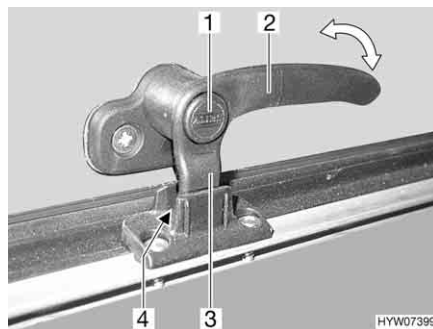
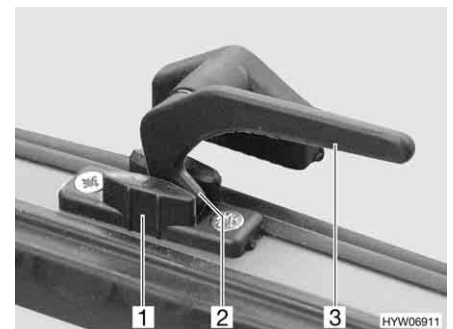

Fig. 51 Leva di serraggio con bottone di sicurezza in posizione "Aerazione continua"
Fig. 52 Leva di serraggio in posizione "Aerazione continua"
- In posizione di "Aerazione continua" (Fig. 51 e Fig. 52)
- Se presente, premere e tenere premuto il bottone di sicurezza (Fig. 51,1).
- Ruotare la leva di serraggio (Fig. 51,2 o Fig. 52,3) di un quarto di giro verso il centro della finestra.
- Girare nuovamente all'indietro la leva di serraggio. Riportare contemporaneamente il nasello di chiusura (Fig. 51,3 o Fig. 52,2) della leva di serraggio nella rientranza della chiusura della finestra (Fig. 51,4 o Fig. 52,1).
- Se presente, rilasciare il bottone di sicurezza (Fig. 51,1).